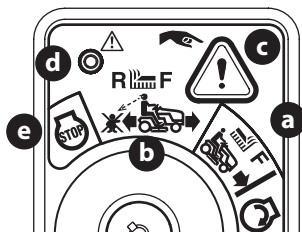

Fig. 28
- Gire la llave de encendido de la posición CORTE NORMAL (a) a la posición MODO PRECAUCIÓN MARCHA ATRÁS (b) del interruptor de encendido (Fig. 28).
- Presione y sostenga el botón MODO PRECAUCIÓN MARCHA ATRÁS (c) que está en la esquina superior derecha del módulo de encendido durante 3 segundos. La luz indicadora roja (d) que está en el ángulo superior izquierdo del módulo de encendido se mantendrá ENCENDIDA mientras esté activada (Fig. 28).
- Una vez activada (luz indicadora ENCENDIDA), se puede operar el tractor en marcha atrás con la PTO (enganche de cuchillas) en la posición acoplada (ON).
- Siempre mire hacia abajo y hacia atrás antes y mientras se desplaza lentamente en marcha atrás, para asegurarse de que no haya niños en el área. Luego de retomar la marcha hacia adelante, vuelva la llave a la posición de CORTE NORMAL (a) para volver a la operación de corte normal (Fig. 28 en la página 58).
- La llave se coloque ya sea en la posición CORTE NORMAL (a) o la posición STOP (detención) (e) (Fig. 28 en la página 58).